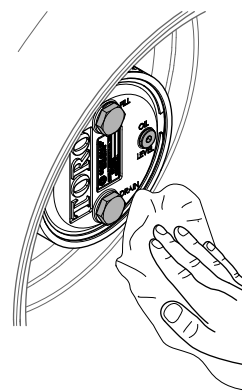

Figura 142
3. Limpie los alojamientos del freno y de los engranajes planetarios (Figura 142).